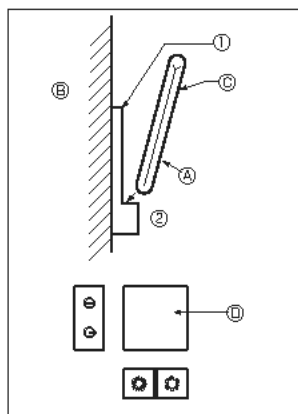

Fig. 7-7
2) Μέθοδος εγκατάστασης (Fig. 7-7)
① Προσαρτήστε τη βάση του τηλεχειριστηρίου στην επιθυμητή θέση, χρησιμοποιώντας 2 λαμαρινόβιδες.
② Τοποθετήστε το κάτω άκρο του χειριστηρίου μέσα στη βάση.